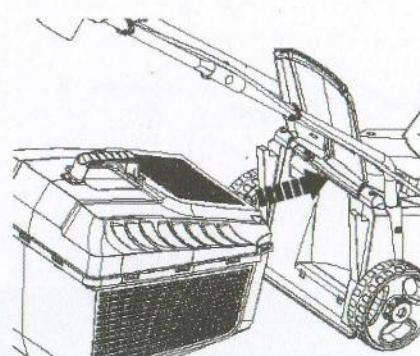

Рис. 6
- Прежде чем устанавливать травосборник в газонокосилку необходимо убедиться, что двигатель устройства выключен и ножи не врачаются. Травосборник устанавливается на два крючка на корпусе газонокосилки. Откройте отражатель для травы (11) одной рукой, а другой установите травосборник на место, как показано на рис. 6. Отражатель прижимается к травосборнику пружиной.